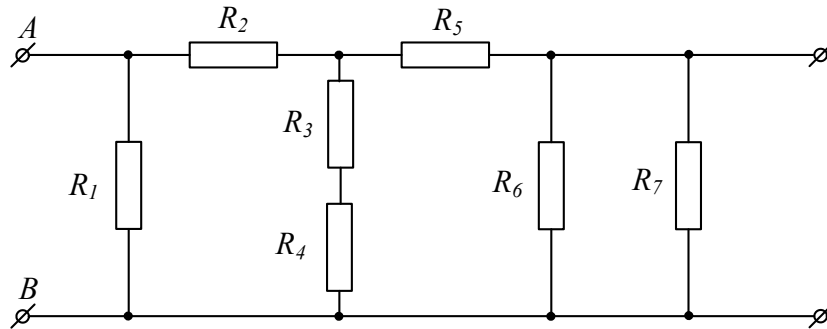

Рисунок 4
**Задача 1.** Определить эквивалентное сопротивление цепи (рис.4) между зажимами АВ, если  $R_1=R_2=150\text{Ом}$ ,  $R_3=R_6=200\text{Ом}$ ,  $R_4=R_5=17,50\text{Ом}$ ,  $R_7=120\text{Ом}$ .